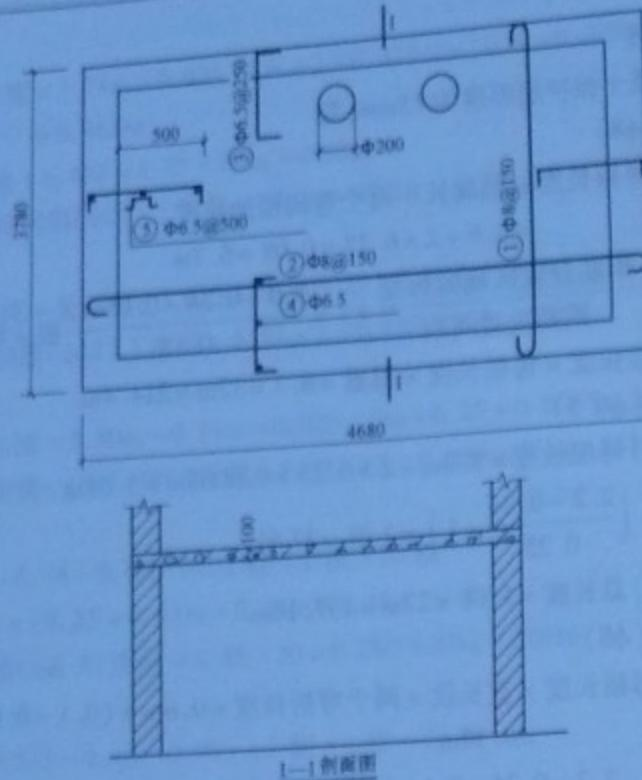

图 1-70 某卫生间现浇平板尺寸图
**【例 1-70】** 某卫生间现浇平板尺寸如图 1-70 所示, 墙体厚度 240mm, 钢筋保护层厚 15mm, ④号分布筋与③号筋搭接长度为 100mm, 马凳沿负筋区域中心线布置, 钢筋现场制作及安装。计算现浇钢筋混凝土平板钢筋工程量。